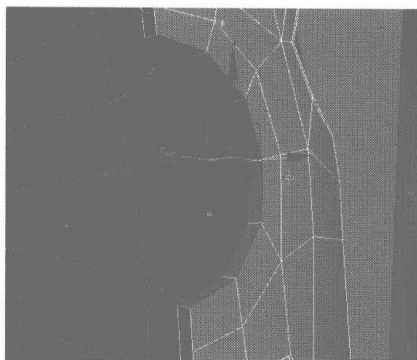
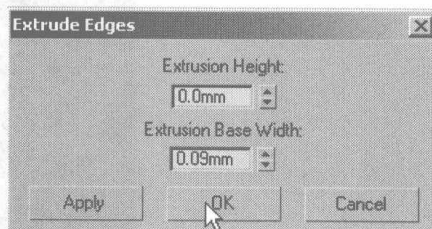

图 3.119
图 3.120
- 29** 显示所有物体,再细致调整、修改其他的节点,然后选择如图 3.119 所示的按钮轮廓边线,在 Edit Edges 卷展栏中单击 **Extrude** 右侧的小按钮,在弹出的对话框中设置挤压参数,如图 3.120 所示,挤压出基面宽度。